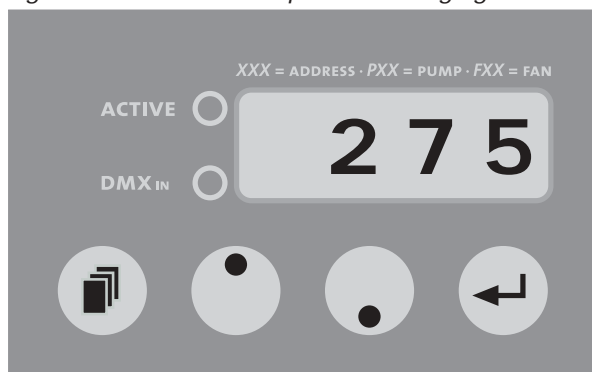

Fig. 3: Etat de l'afficheur pendant le réglage de l'adresse DMX
- a) Pressez le bouton de mode [14] sur le panneau de commande, jusqu'à ce que trois chiffres apparaissent sur l'afficheur [17] (cf. fig. 3).